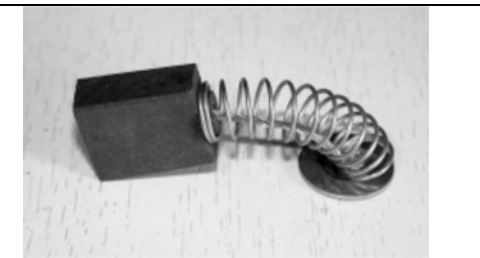

Рис.22
**12.1. Замена угольных щеток.** Заменяйте угольные щетки, Рис.22, когда они изношены до 4,8 мм их длины. Щетки необходимо менять парами. Для безопасной и надежной работы пилы замену щеток должен производить специалист. Помните, что ремонт пилы должен проводиться в условиях сервисных центров с использованием только оригинальных запасных частей и расходных материалов.